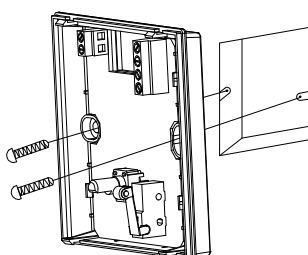

Bild 2
- Den Sockel des Regler auf eine Unterputzdose schrauben (Bild 2) und die Kabel laut Anschlussplan auflegen.